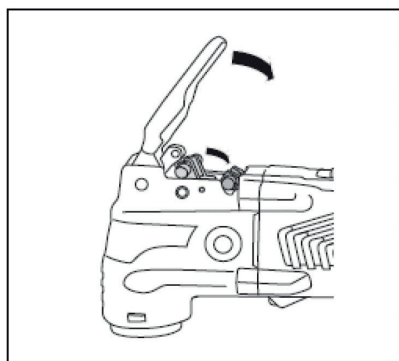

Рис. 8
4. Вверните болт крепления и закройте зажимной рычаг для фиксации насадки на шпинделе (рис. 8).